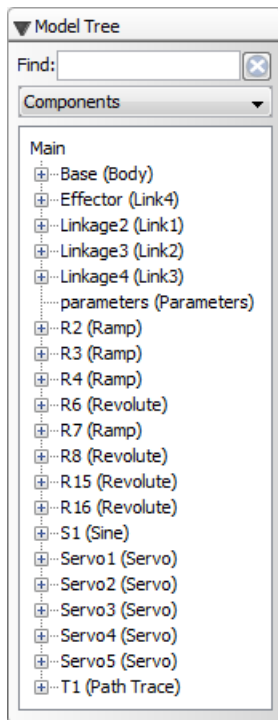

図2.1 モデルツリーの [コンポーネント] ビュー
- **[コンポーネント]**: このビューでは、コンポーネントやサブシステムの名前順にモデルツリービューを表示します。コンポーネントやサブシステムのノードは、名前に続いて型で識別されます (**図2.1 「モデルツリーの [コンポーネント] ビュー」** を参照)。 **[検索]** テキストボックスにキーワードを入力して、一致するコンポーネントおよびサブシステムの名前を探することができます (コンポーネントタイプは無視されます)。この[コンポーネント]ビューが、デフォルトのモデルツリービューとなります。